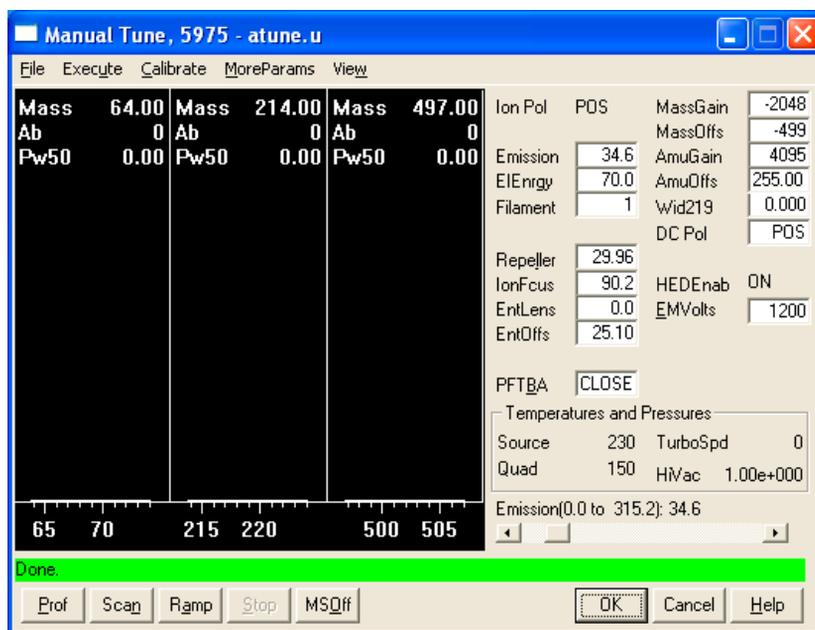

図 6 チューニングパラメータ
- 1 [装置コントロール (Instrument Control)] ビューで、[装置 (Instrument)] メニューから [チューニングパラメータ編集 (Edit Tune Parameters)] を選択します (図 6)。